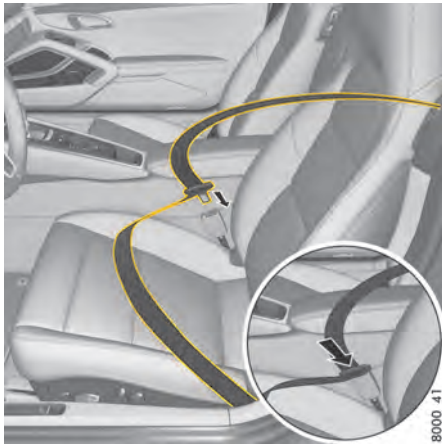

Fig 50 : Mise en place de la ceinture de sécurité
4. Introduisez la languette de verrouillage dans la boucle de ceinture correspondante, du côté intérieur du siège, jusqu'à ce que vous entendiez un déclic (Fig. 50).